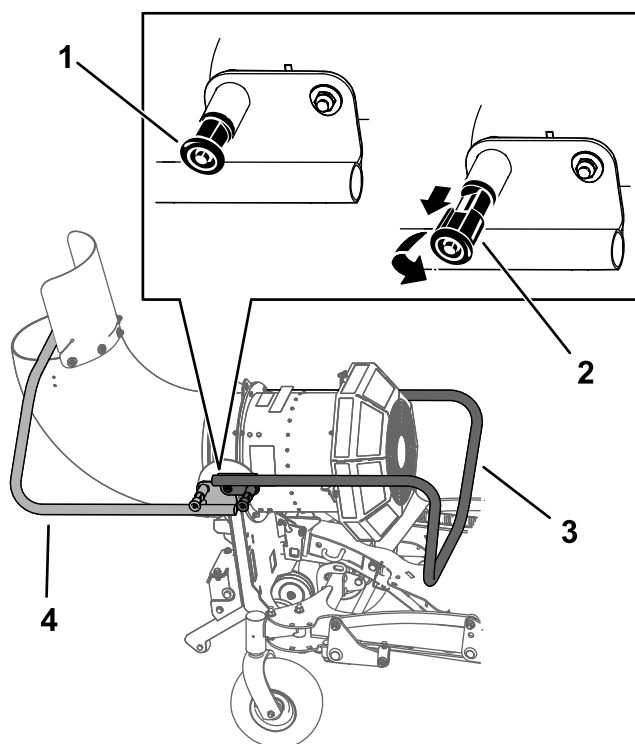

Figura 30
3. Tire de los pasadores de bloqueo del caballete en ambos lados de la máquina, gírelos 90 grados de manera que queden desbloqueados y eleve el caballete (Figura 30). Coloque los pomos y asegúrese de que los pasadores encajen en su sitio.